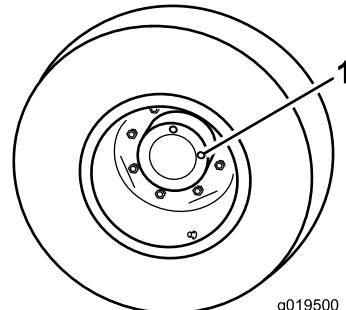

Figure 89
- Amenez la machine sur une surface plane et horizontale, tournez la roue de sorte à placer un bouchon de contrôle à la position 12 heures et l'autre à la position 3 heures (Figure 89).
- Bouchon de contrôle/vidange (2)
- Retirez le bouchon qui est à la position 3 heures (Figure 89).